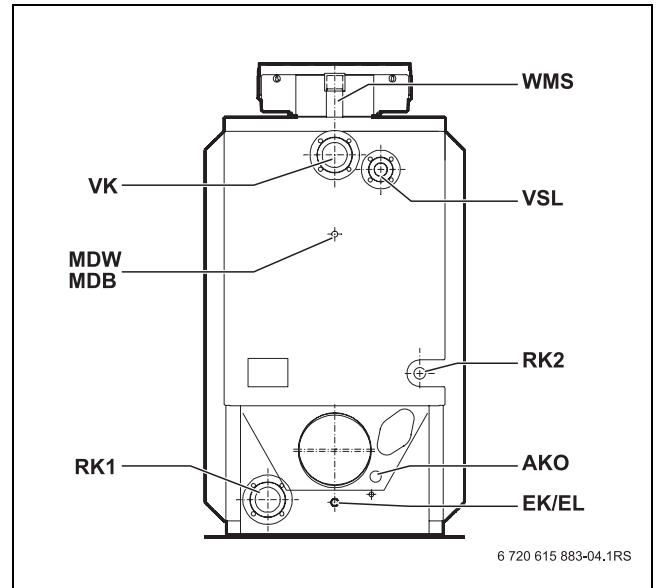

Рис. 5 Подключения на котле Logano plus SB615 Gas
- ▶ Подсоедините реле или ограничитель минимального давления (через переходник с R $\frac{1}{2}$  на R $\frac{1}{4}$ ) к месту подключения MDW/MDB на отопительном котле (→ рис. 5).
- ▶ Установите соединительную трубу для предохранительного устройства контроля количества воды в 2"-подключение WMS на котле (→ рис. 5).